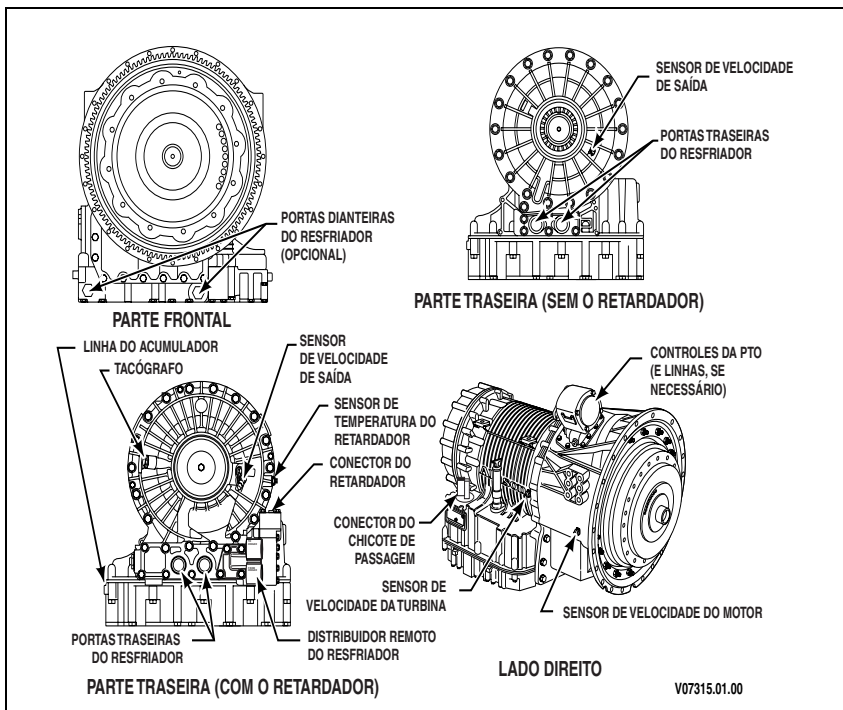
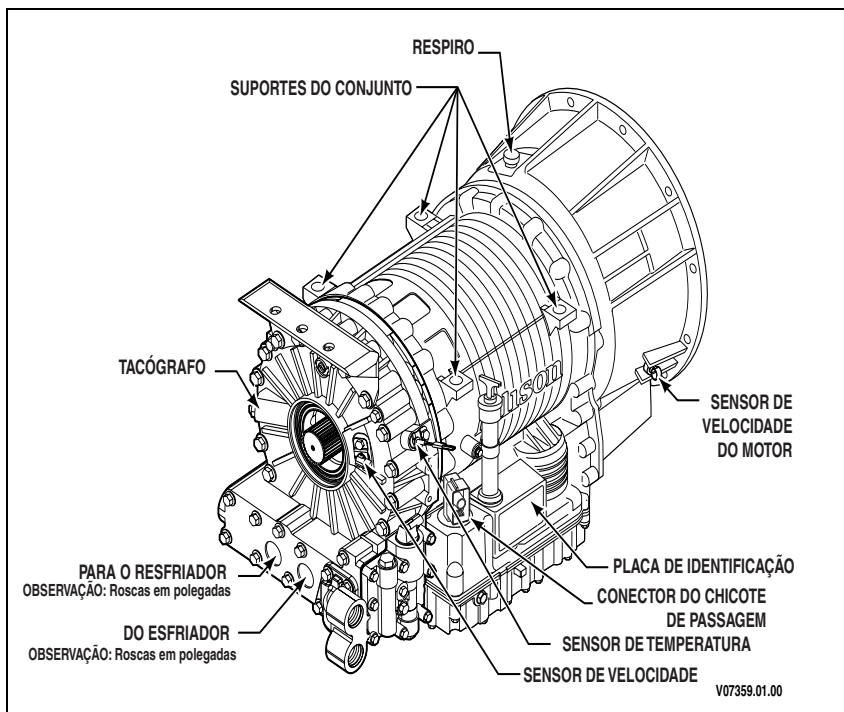

Figura 3-1. Locais de desconexão da família de produtos 4000
Figura 3-2. Locais de desconexão da família de produtos 3000
2. Desconecte o chicote de fiação externo do conector de chicotes de alimentação direta. Afrouxe o parafuso que segura o conector de 20 vias no conector de passagem da transmissão. Consulte a Figura 3-1 ou Figura 3-2. Não deixe que sujeira ou umidade penetre nos conectores soltos. Posicione o chicote de fiação de maneira que não interfira na remoção da transmissão.
- Para as transmissões da família de produtos 4000, desconecte os sensores de velocidade de entrada (motor), turbina e saída (consulte a Figura 3-1).
- Desconecte os chicotes de fiação do termistor de temperatura do retardador, o sensor de velocidade de saída e o conector do corpo da válvula do retardador. Se utilizado, desconecte o cabo do tacógrafo da porta localizada na parte traseira da carcaça do retardador (consulte a Figura 3-2).